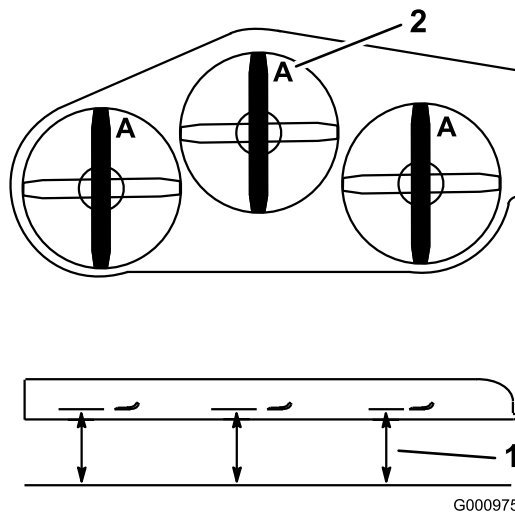

Figura 102
4. Misurate da un piano orizzontale fino al tagliente delle lame, posizione A, (Figura 102).